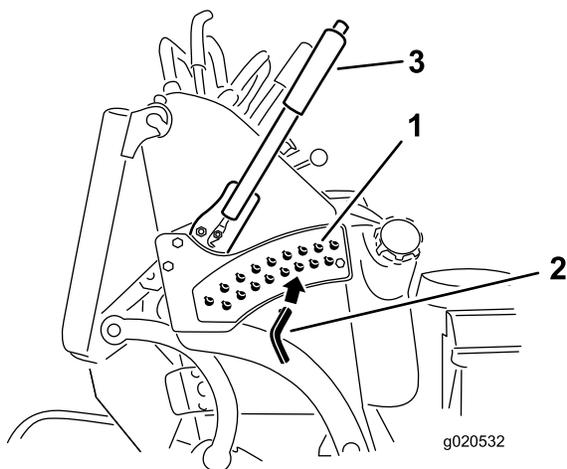

Figura 28
3. Selecione um orifício, no suporte da altura de corte, que corresponda à altura de corte desejada e insira o pino (Figura 28).
4. Empurre o botão na parte superior e desça a alavanca da altura de corte para o pino (Figura 28).